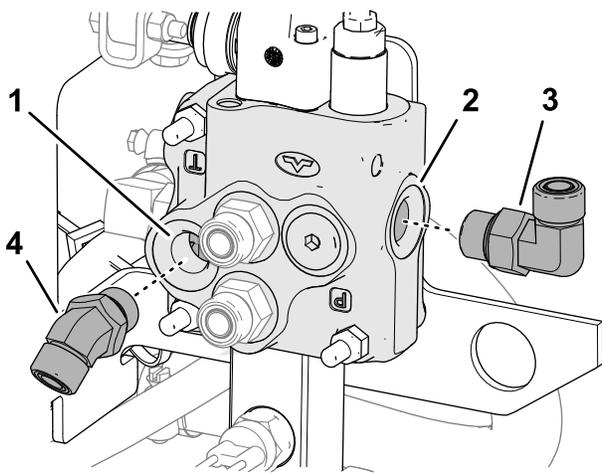

Figura 11
1. Montate un raccordo a 45° nel foro T della valvola ausiliaria (Figura 11).